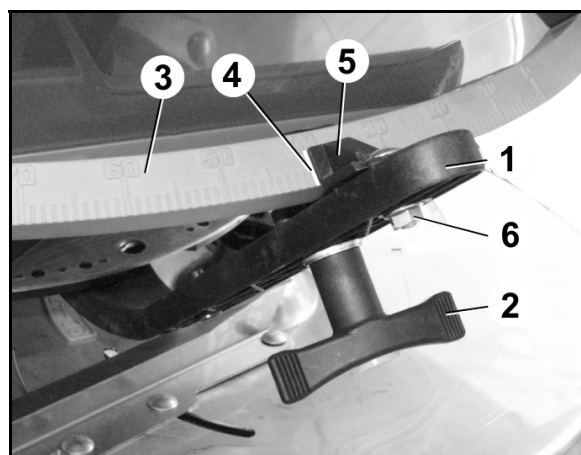

図 82
2. ドージングシャッターを設定レバー (図 82/1) で開きます。
4. 設定レバーを目盛り (図 82/3) でピンのストッパーに当たるまで旋回させます。
5. 設定レバーを回転ハンドル (図 82/2) で固定します。
6. 六角ねじ (図 82/6) を緩めます。表示器 (図 82/5) を目盛り値「8」に合わせ、六角ねじで固定します。表示器の読み取りエッジは (図 82/4) です。